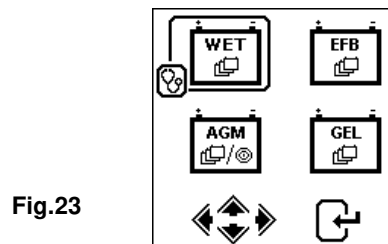

Fig.23
- Ensuite, il vous demandera de sélectionner les types de batteries (Fig.23):